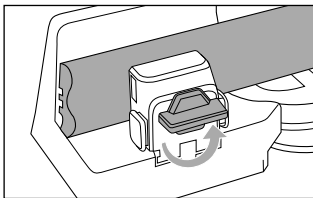

Fig. 11
- ◆ Pentru eliberarea piesei de prelucrat, rotiți butonul de reglare ❺ în sens antiorar (a se vedea fig. 11).